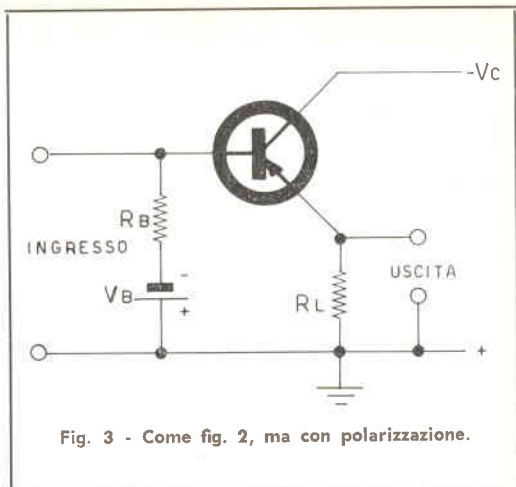
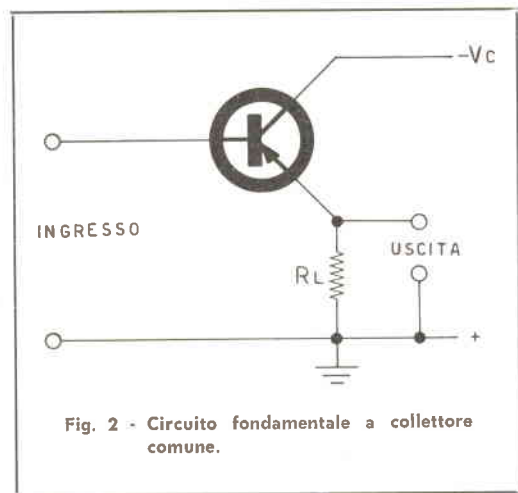

Fig. 3 - Come fig. 2, ma con polarizzazione.
Fig. 2 - Circuito fondamentale a collettore comune.
Ciò premesso, entriamo nel vivo del problema e scartiamo senz'altro i circuiti fondamentali a emittore comune e a base comune, i meno adatti per i nostri fini. Analizzeremo così il solo circuito a collettore comune riportato in forma fondamentale nella fig. 2. Tale disposizione per sua natura presenta la più elevata impedenza d'ingresso; e vedremo che ci saranno possibili brillanti soluzioni. Nel circuito a collettore comune (fig. 2) l'impedenza d'in-
Quest'espressione semplicissima (molto usata nella pratica) ci dice che l'impedenza d'ingresso del circuito di fig. 2 è pari al prodotto del guadagno in corrente del transistor, β , per l'impedenza di carico, R_L . Quindi il nostro problema, in base alla (2), si risolve scegliendo opportunamente alti β e R_L . A esempio con $\beta=150$ e $R_L=3.000$ ohm, si avrebbe un'impedenza d'ingresso di 450.000 Ω in molte applicazioni più che sufficiente.
Alla fine di questo articolo otterremo appunto le migliori soluzioni con transistori planari. Fin qui abbiamo trattato del circuito di fig. 2, evidentemente incompleto. Nella pratica si presenterà la necessità di polarizzare opportunamente la base del transistoro, onde portarlo a funzionare nella regione prevista. Una semplice resistenza R_B collegata a una tensione negativa conseguirà lo scopo. Ma il circuito di fig. 3 non è più quello di fig. 2 e la relativa